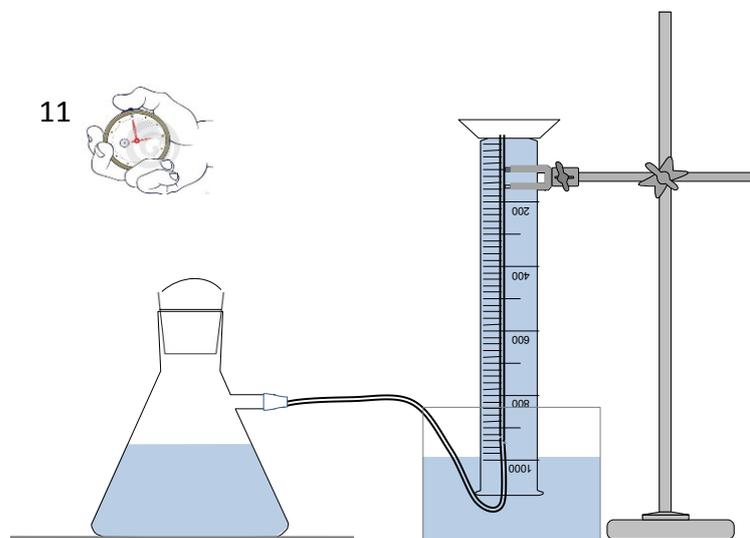

Figura 4
C. Instruções para montagem do frasco de reação de fermentação e do equipamento de medição de gás, conforme Figura 4.
C.1. Insira a extremidade livre da mangueira de borracha na proveta invertida, como mostrado na Figura 4. Ao final da montagem, a extremidade livre da mangueira deve estar na parte superior da proveta.
D.1. Assim que o frasco de reação da fermentação e o equipamento de medição do gás estiverem montados (Figura 4), inicie a contagem de tempo pelo cronômetro (ID #11).